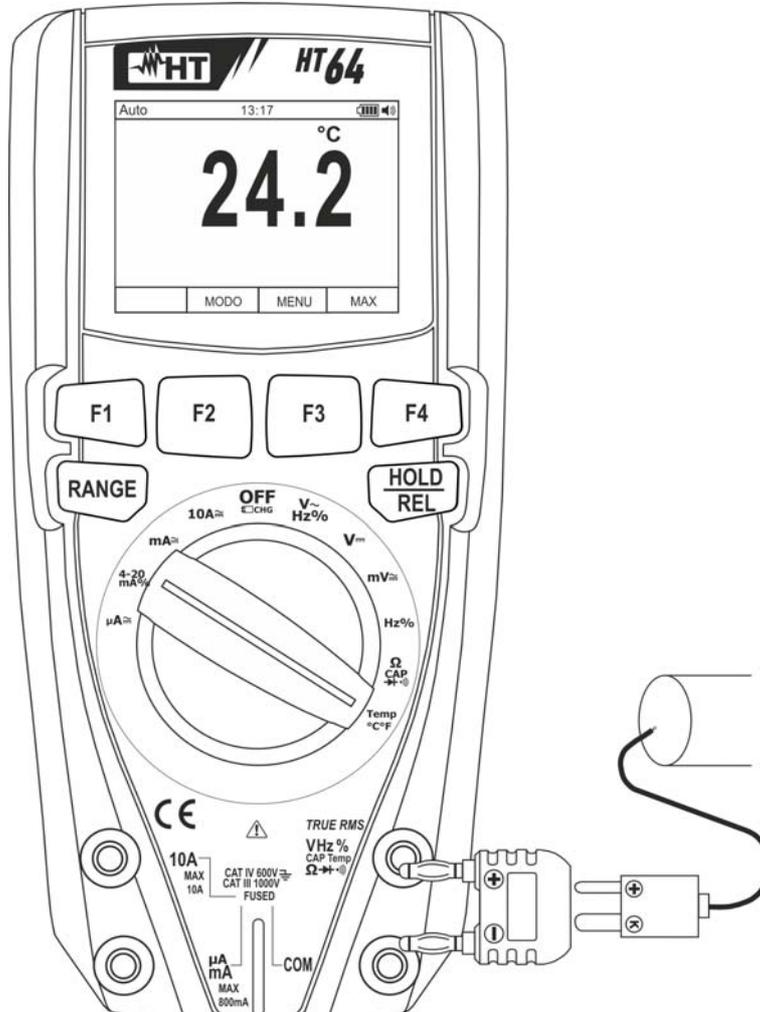

Fig. 28: Uso dello strumento per misura di Temperatura
3. Inserire l’adattatore in dotazione nei terminali di ingresso **VH%CAPTempΩ** (polarità +) e **COM** (polarità -) (vedere Fig. 28)